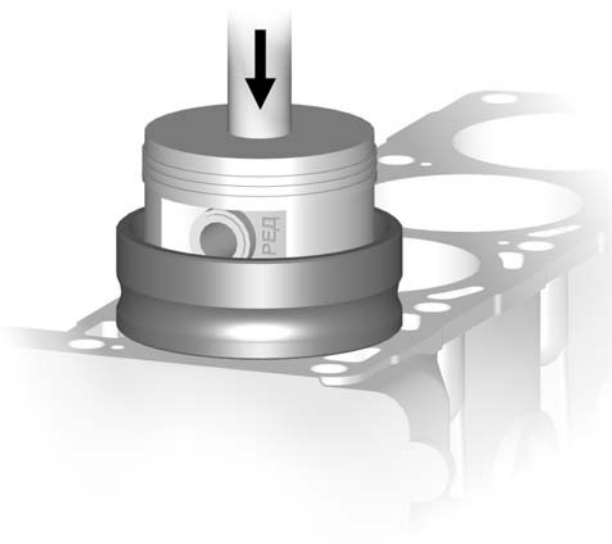

Рис. 3.1.67. Установка поршня с кольцами в цилиндр при помощи оправки
– надеть на болты шатунов предохранительные латунные наконечники, сжать кольца обжимкой или, пользуясь оправкой для установки в цилиндр поршня, вставить поршень в цилиндр (рис. 3.1.67). Перед установкой поршня следует еще раз убедиться, что номера, выбитые на шатуне и его крышке, соответствуют порядковому номеру цилиндра, проверить правильность положения поршня и шатуна в цилиндре;